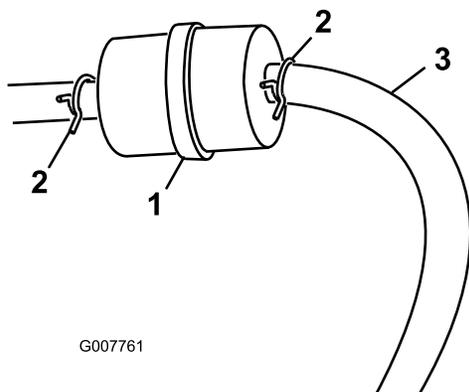

Figura 26
3. Aperte as pontas dos grampos da tubagem e afaste-as do filtro (Figura 26).
5. Instale um filtro novo e coloque as braçadeiras junto ao filtro (Figura 26).
3. Desaperte a braçadeira do tubo no filtro de combustível e deslize-o para cima do tubo de combustível afastando do filtro (Figura 26).
4. Desligue o tubo de combustível do filtro (Figura 26).
Nota: Deixe a gasolina drenar para uma lata ou recipiente de combustível (Figura 26).
5. Instale o tubo de combustível no filtro. Deslize a braçadeira do tubo para perto do filtro de combustível para prender o tubo de combustível (Figura 26).